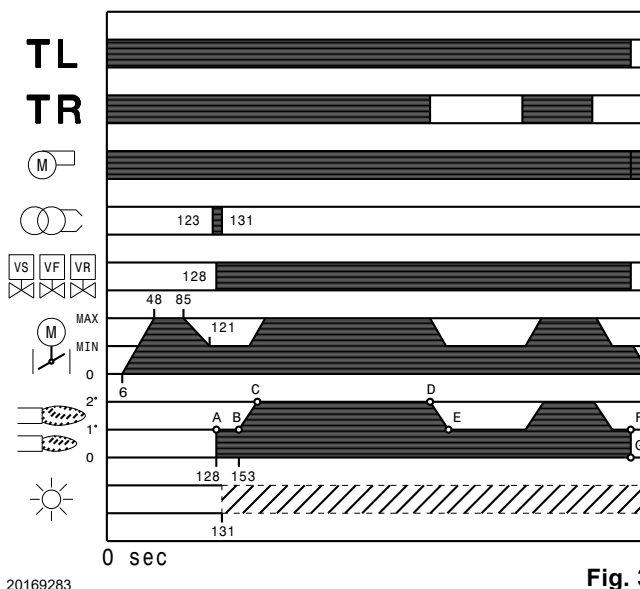

Fig. 34
6.5.2 Funcionamiento a régimen (Fig. 34)